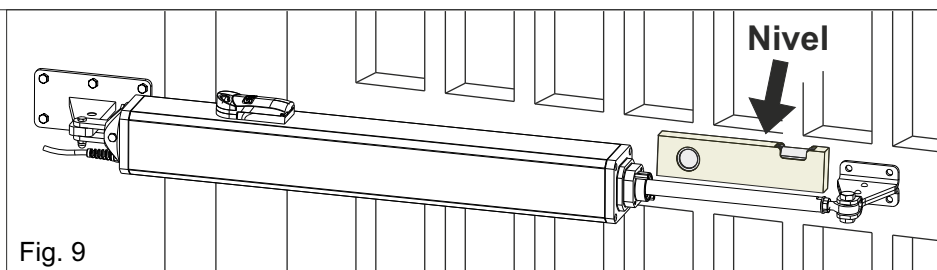

Fig. 9
- Para un funcionamiento correcto, es importante instalar el operador y los soportes delantero y trasero en posición perfectamente horizontal, con la ayuda de un nivel, como se muestra en Fig. 9